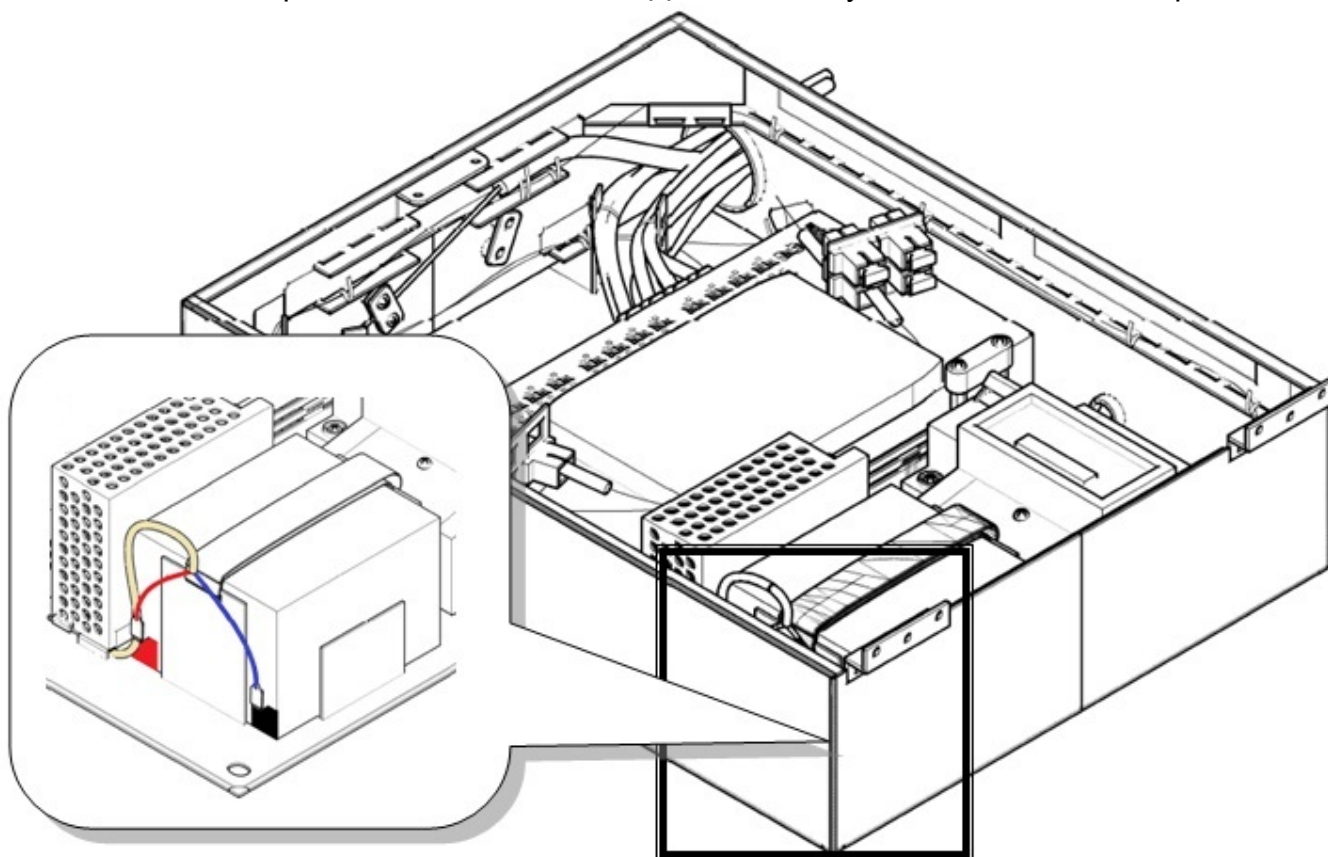
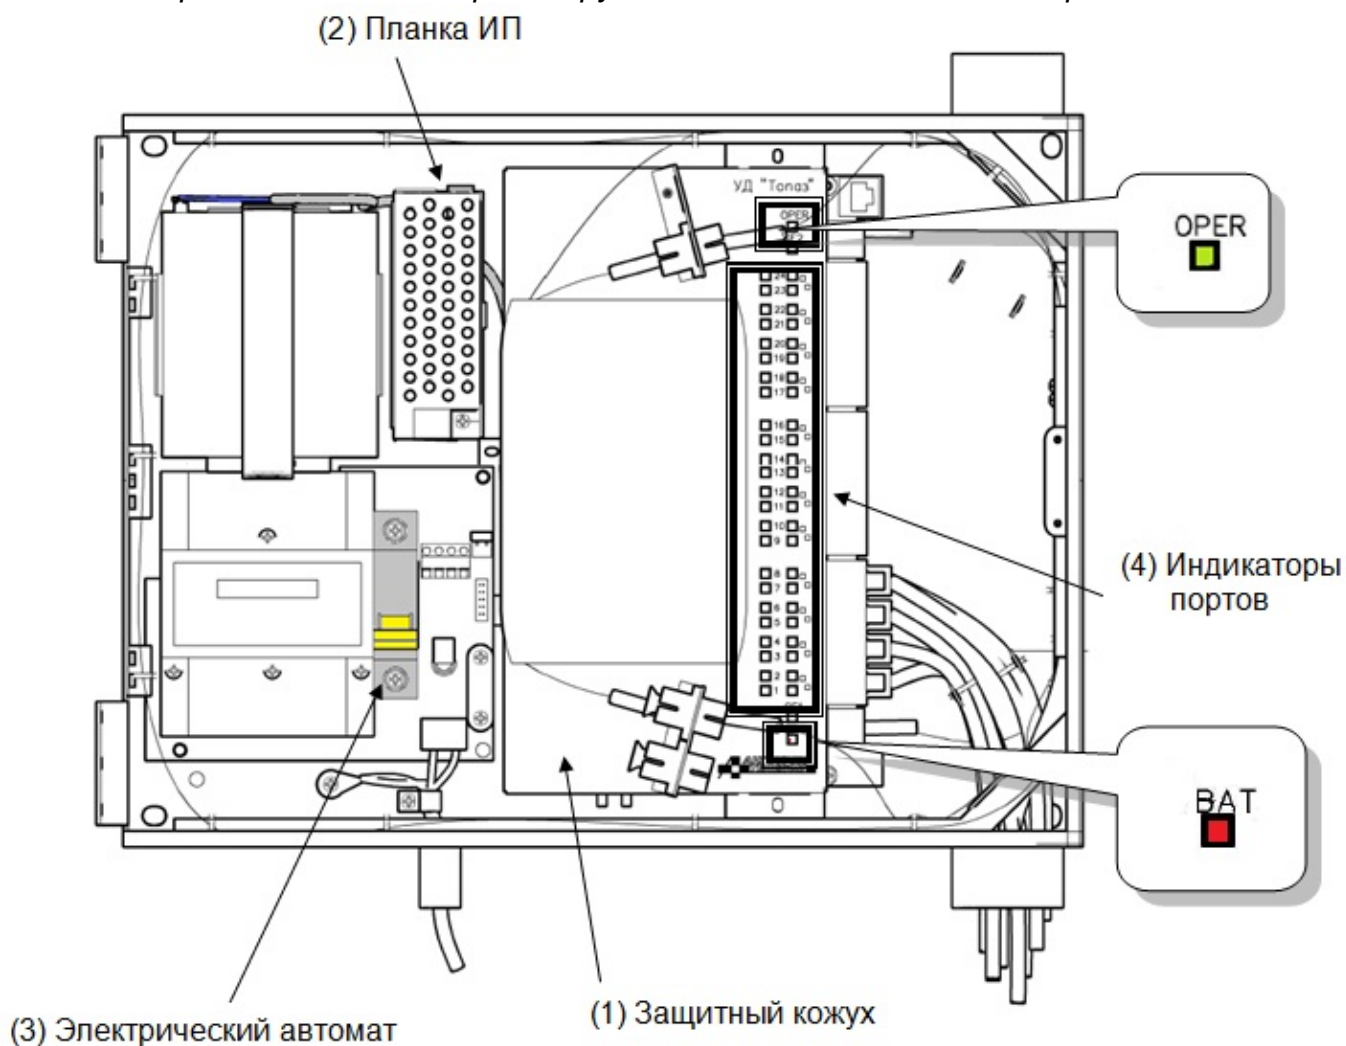

Рисунок 7.7 – Схема подключения кабеля аккумулятора. Дверца корпуса и одна из стенок условно не показаны
Рисунок 7.8 – Правильное подключение. Общий вид, дверца корпуса условно не показана
10. Для обеспечения бесперебойной работы подключить клемму аккумулятора, рисунок 7.7. Прокладывать кабель аккумулятора следует под платой коммутатора (на рисунке 7.8 находится под защитным кожухом (1)) и под планкой источника питания (2), рисунок 7.8. В момент подключения клеммы аккумулятора загорится красный индикатор «ВАТ», что говорит о том, что питание УД «Топаз» осуществляется от батареи.
11. Подать питание путем включения электрического автомата (3), рисунок 7.8, убедиться в наличии питания. Индикатор «ВАТ» должен погаснуть - УД «Топаз» перешел в нормальный режим питания от сети. По показаниям индикаторов убедиться, что УД «Топаз» к работе готов. Включение зеленого индикатора «ОРЕР» свидетельствует о готовности УД «Топаз» к нормальному функционированию. Также загорятся индикаторы активных портов.